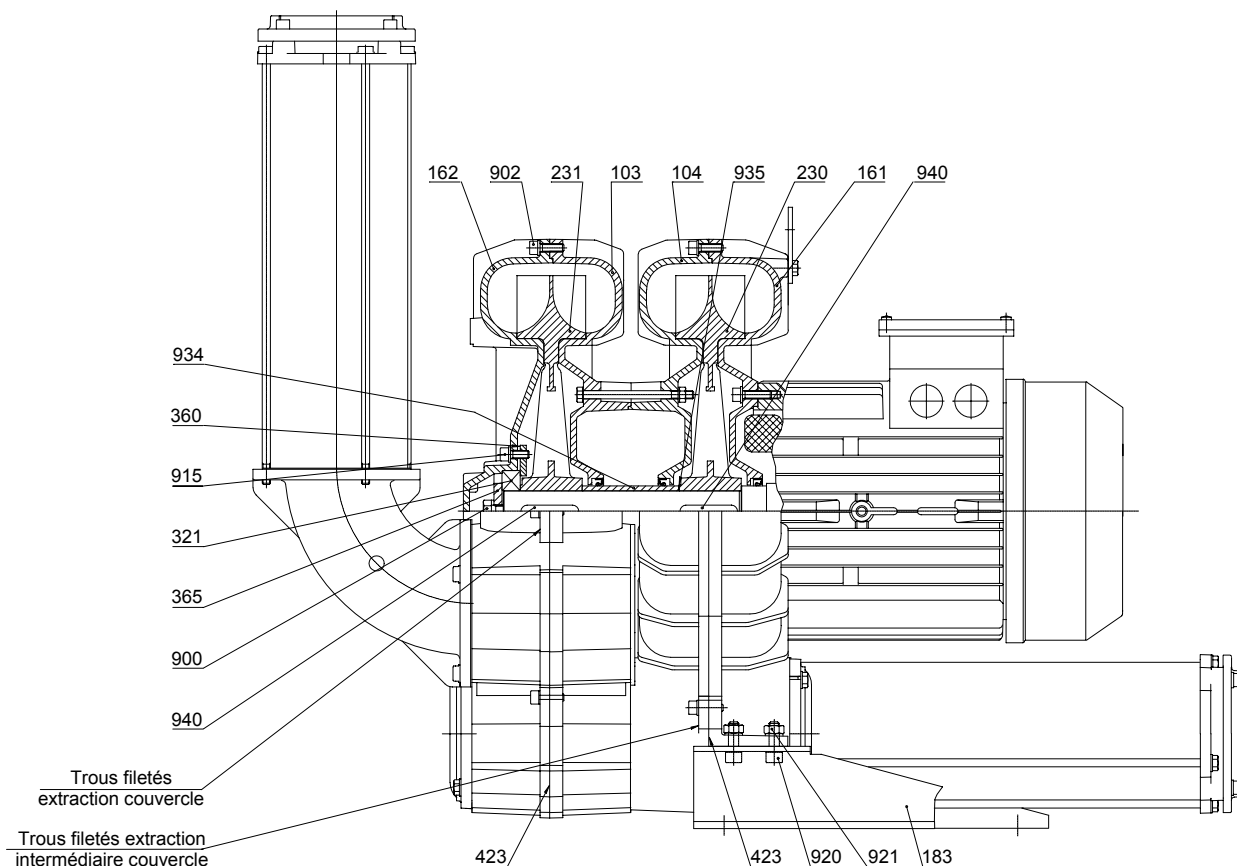

Fig. 1
3. Repérer la disposition recherchée (fig.1 - Fig.2 - Fig.3).
Au cas où un nettoyage intérieur serait nécessaire, procéder comme suit (se reporter au fig. 1):